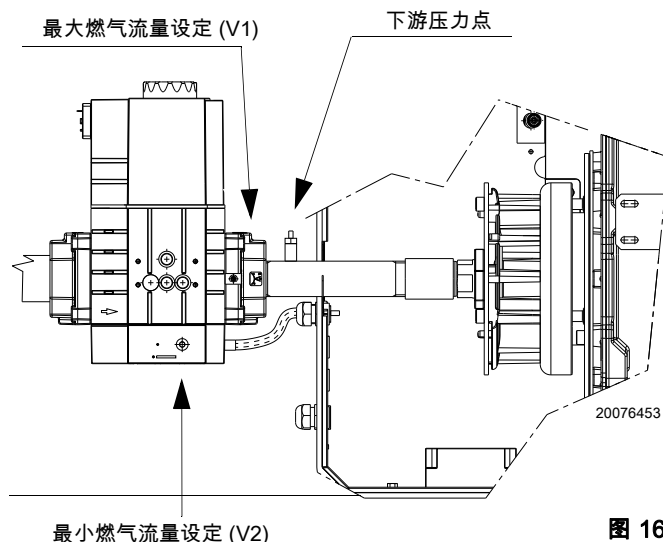

图 166
- 燃烧器可以继续进入点火阶段。如果安全时间结束时还未出现火焰, 燃烧器会自动重启 (最多进行 3 次重启)。如果阶段顺序号在显示屏上不断闪烁, 则提示控制器仍处于启动过程中 (手动运行)。如果未能点着火, 有可能是因为燃气未在 3 秒的安全时间内达到燃烧头。朝 "+" 标志方向轻轻转动燃气阀螺丝 V1 (第 51 页图 166)。但如果安全时间结束时, 燃烧器正常运行, 但之后停机, 且燃烧器锁定, 显示屏出现 Loc:7 并闪烁 (运行中火焰信号消失)。按 "i/reset", 显示屏出现 400:Set。按几次 "ESC" 键 (同时按下 "+" 和 "-"), 退出手动运行模式。显示屏出现 Loc:7 且不闪烁。按 "i/reset" 复位控制器 LME7。(错误代码表见第 57 页表 U)。
- 朝“+”标志方向转动燃气阀螺丝 V1（第 51 页图 166）。
- 检查火焰是否出现，或检查 CO 和 CO₂ 排放值（如果可能），以了解燃烧器是否充分校准（首次最大校准）。如果需要，使用燃气阀螺丝 V2（朝“+”方向最大增大燃气量，朝“-”方向转动减小燃气量）（第 51 页图 166）。
- 检查火焰是否正常，或检查 CO 和 CO₂ 排放值（如果可能），以了解燃烧器是否充分校准（首次大火校准）。如果需要，使用燃气阀螺丝 V1（朝“+”方向最大增大燃气量，朝“-”方向转动减小燃气量）（第 51 页图 166）。
- 增大燃气量及 CO₂ 排放值：朝“+”方向转动螺丝 V1 (图 166)，
- 降低燃气量及 CO₂ 排放值：朝“-”方向转动螺丝 V1 (图 166)。